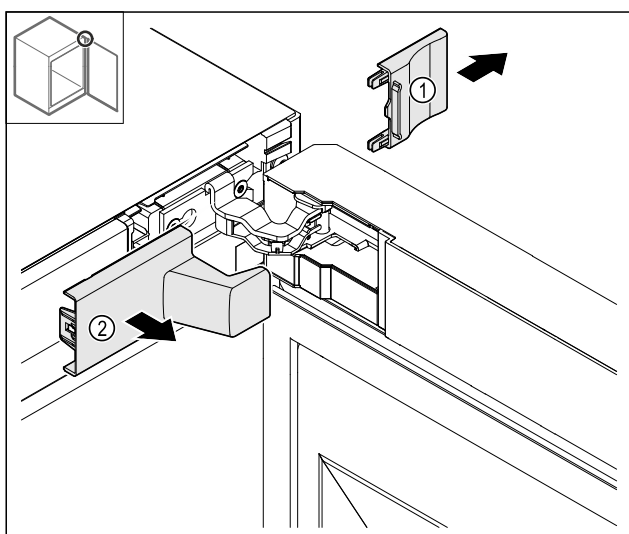

Fig. 13
- Fjern dekslet Fig. 13 (1) og deretter Fig. 13 (2).